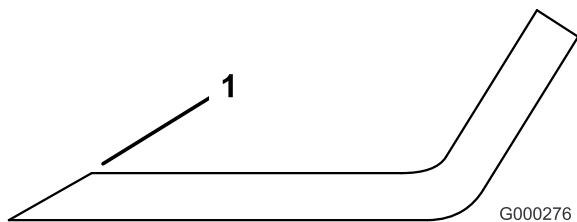

Figure 92
- Au moyen d'une lime, aiguiser les tranchants aux deux extrémités de la lame (Figure 92).